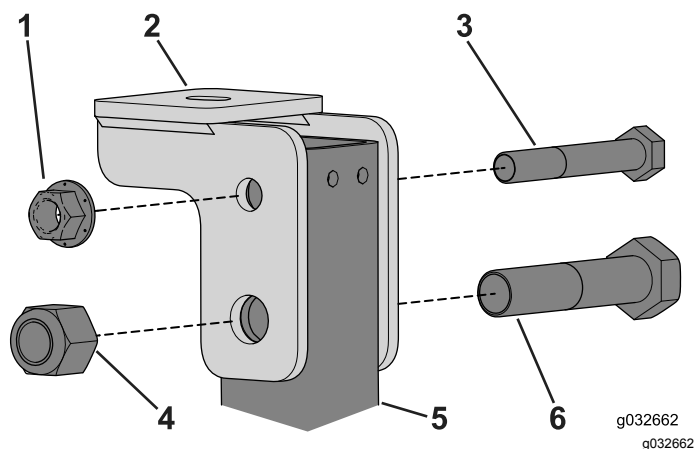

Figura 71
2. Utilize o parafuso de $\frac{1}{2}$ pol. x $3\frac{1}{4}$ pol. e $\frac{3}{4}$ pol. x $3\frac{1}{2}$ pol. para instalar sem apertar o suporte de montagem da cabina em cada lado do tubo ROPS (Figura 71).
6. Aperte os parafusos e as porcas que fixam os suportes de montagem da cabina às colunas ROPS (Figura 71).